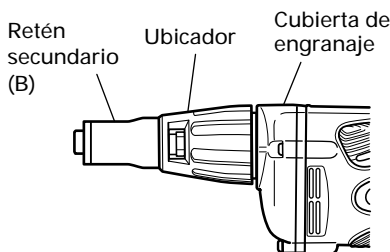

Fig. 3
7. Ajustar la profundidad de apretado (Fig. 3)